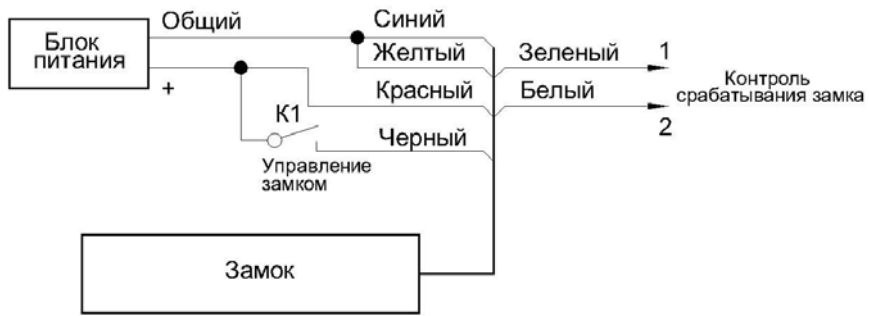
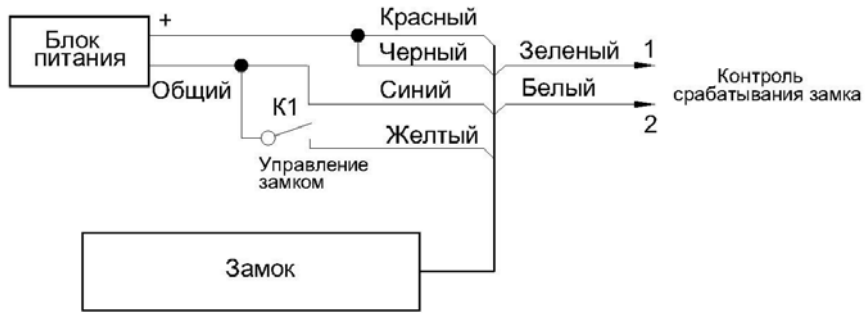

Рис.6
Рис.7
- 6.8 Схема подключения ЗАМКА при управлении по “+12В” показана на рис. 6. Схема подключения ЗАМКА при управлении по “земле” показана на рис. 7. При замыкании контактов К1 замок разблокируется.